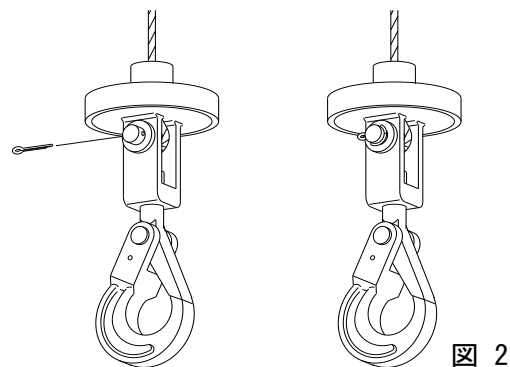

図 2
- 2) ワイヤロープのシムルの穴とフック部の穴を合わせ、ピンを挿入し割ピンを取り付ける。割ピン先端をプライヤーなどで折り曲げて抜けないようにしてください。(図 2)